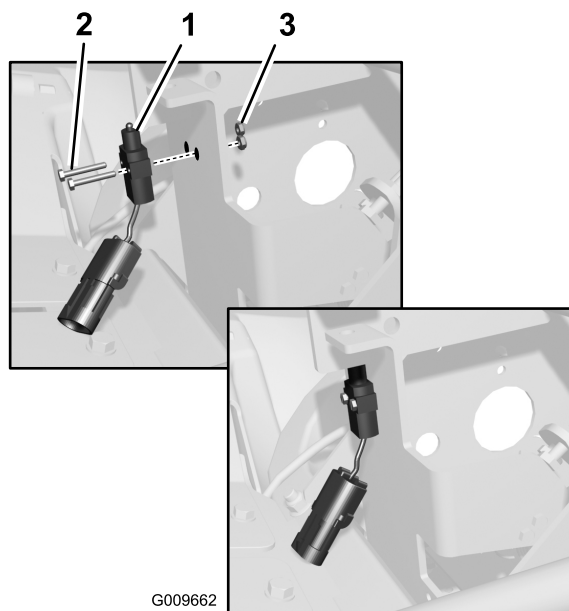

Bild 9
1. Befestigen Sie den Bremsschalter mit zwei Schrauben (Nr. 6) und Sicherungsmuttern am Pedal (Bild 9).